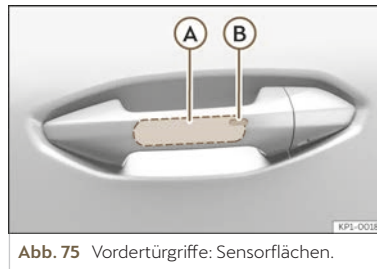

Abb. 75 Vordertürgriffe: Sensorflächen.
- Berühren Sie die Sensorfläche an der Innenseite eines der vorderen Türgriffe >>> (Abb. 75)
- Berühren Sie die Sensorfläche >>> (Abb. 75)  an der Außenseite eines der vorderen Türgriffe. Alle Blinker leuchten einmal auf.
- Berühren Sie innerhalb von 5 Sekunden einmal die auf der Außenseite des Türgriffs befindliche Sensorfläche >>> (Abb. 75) . Ergreifen Sie dabei nicht den Türgriff. Das Keyless Access-System ist jetzt vorübergehend deaktiviert.
Um mit der **Komfortfunktion** alle elektrischen Seitenfenster und das Glasdach zu schließen, lassen Sie einen Finger einige Sekunden auf der Sensorfläche für Verriegelung >>> (Abb. 75)  am Türgriff, bis die Seitenfenster und das Dach geschlossen sind.